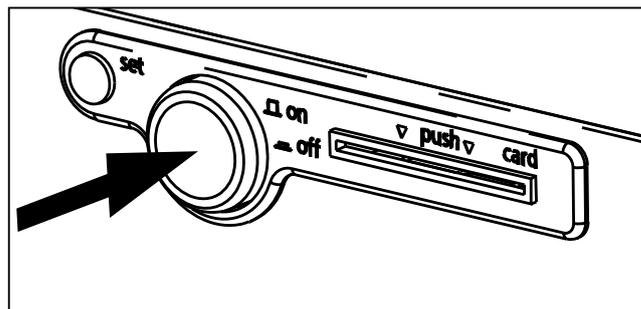

рис. 22 Выключение инкубатора
1. Выключите инкубатор. Для этого нажмите главный выключатель на панели управления так, чтобы он был утоплен в панель (рис. 22).